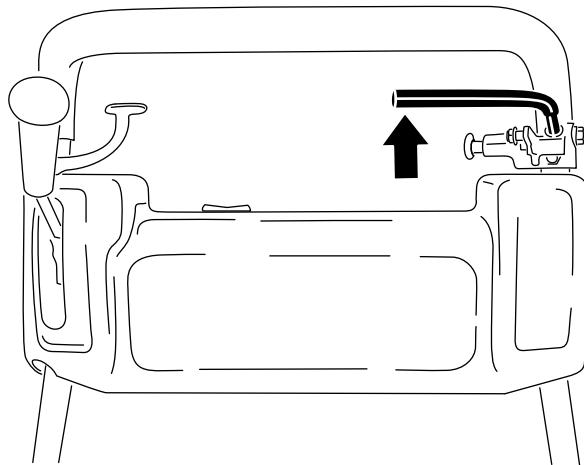

図 33
2. バネばかりで、常用ブレーキレバーを後ろから押す図 33。約13.5-18 kg の力でブレーキが解除されれば適正である。約13.5-18 kg の力よりも小さい力でブレーキが解除される場合にはブレーキケーブルの調整を行う。